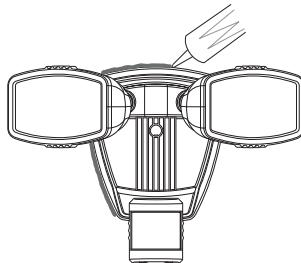

Figure 6
6. Apposez un scellant d'étanchéité autour de la plaque 1-2-easy ConnectMC, sur la surface de montage (voir la Figure 6).